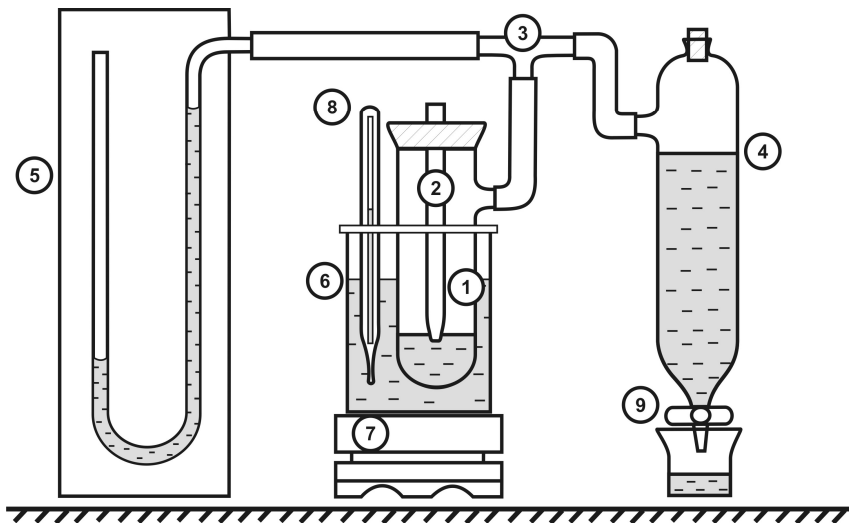

Рис.2 Эскиз экспериментальной установки.
Прибор (см. рис.2) состоит из пробирки с боковым отростком (1), в которой находится исследуемая жидкость (дистиллированная вода). Пробирка герметически закрывается пробкой со стеклянной трубкой (2), конец которой оттянут на капилляр. При этом конец капилляра должен касаться поверхности жидкости. Через боковой отросток и тройник (3) пробирка сообщается с аспиратором (4) и спиртовым манометром (5). Для измерения и контроля температуры исследуемой жидкости пробирка помещается в стакан с водой (6),